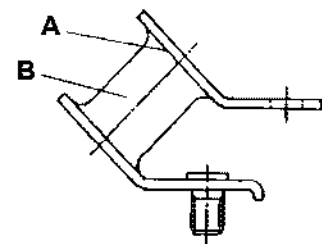

Рис. 18
- Проверьте, не отделилась ли резиновая часть (Рис. 18, (A)). Если есть неисправности, замените.
- Проверьте резиновую часть (Рис. 18, (B)) на трещины. Если имеются, то замените.